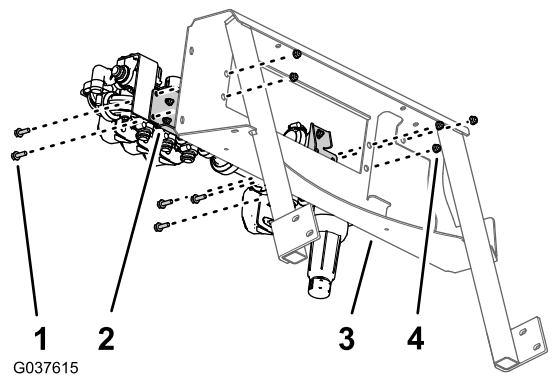
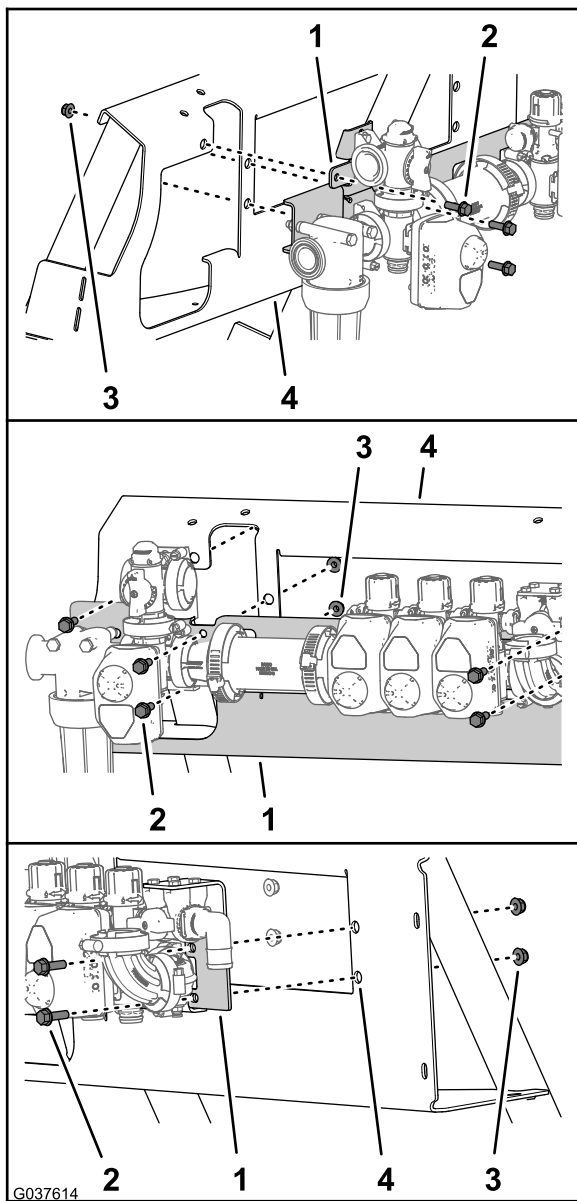

図 48
図 49
1. スプレーバルブアセンブリについているバルブブラケットの穴を、バルブマウントの穴に合わせる 図 48 と 図 49。
2. バルブブラケットを、バルブマウントに組み付ける 図 48 と 図 49 フランジヘッドボルト 5/16 x 1 インチ 5 本とフランジロックナット 5/16 インチ 5 個を使用する。